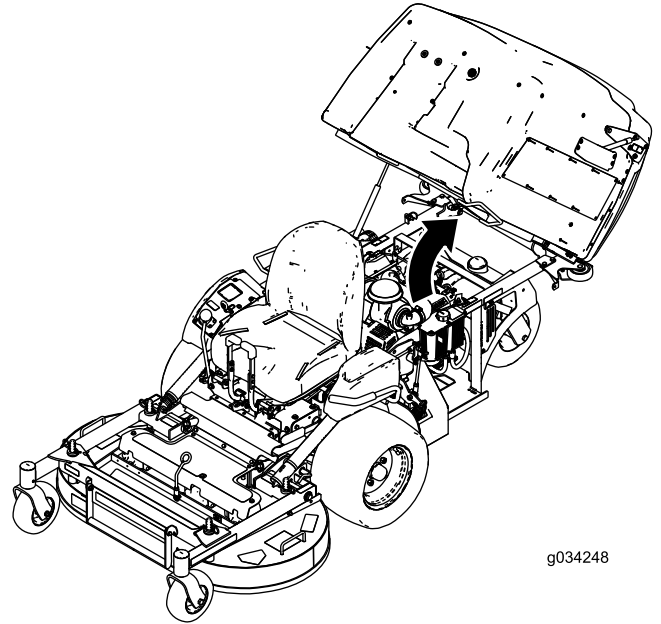

**Figura 29**
5. Lubrique el brazo de la polea tensora de la correa de la bomba (Figura 29).